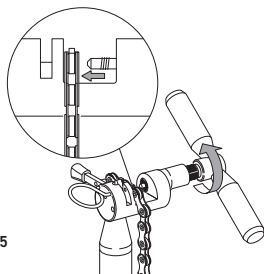

Fig.5
- avvitate l'utensile finché il piolino non sia completamente uscito dal foro della maglia (**Fig. 5**).